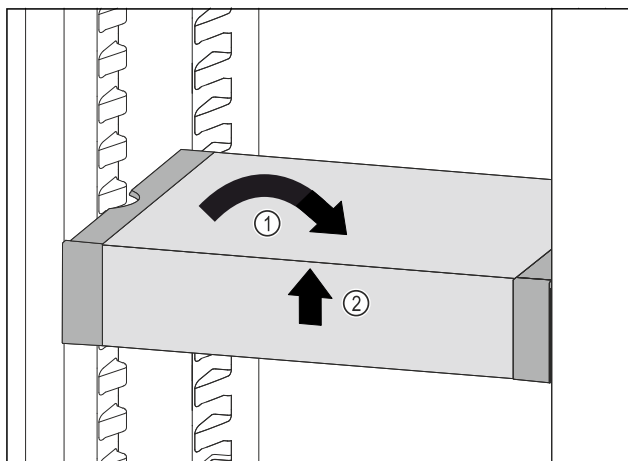

Fig. 76
- ▶ VarioSafe postavte rovně. Fig. 76 (1)
- ▶ VarioSafe vpředu zvedněte. Fig. 76 (2)